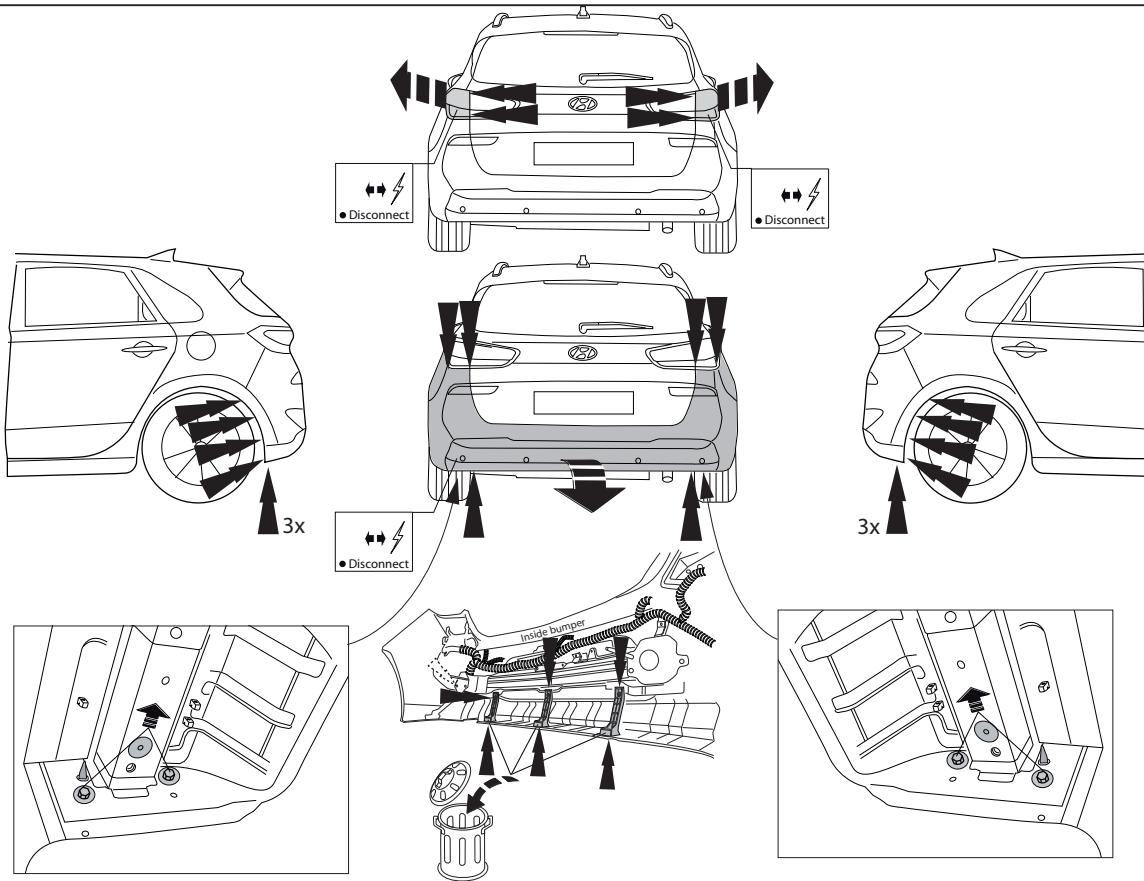

Fig.1
- 1. Снять оба блока задних фар. Снять бампер. Снять кронштейны бампера. См. рисунок 1.